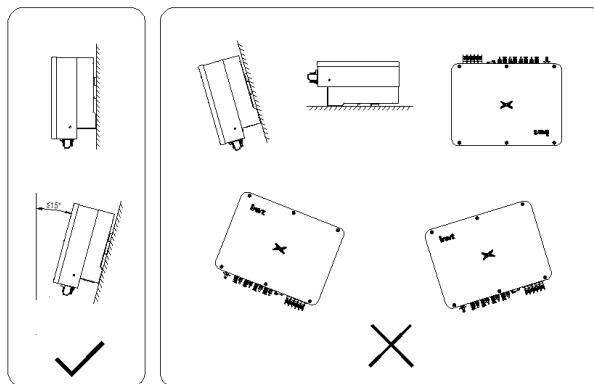

图 4.6 逆变器安装位置
(4) 安装表面应垂直于水平线，如图 4.6 所示。请将逆变器竖直或后仰≤15° 安装，以利于机器散热。不可将逆变器前倾、水平、倒置、后仰过大以及侧倾安装。